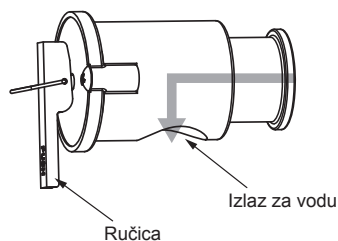

Fig. 4-2
4.4. Delovi za koje je potrebna redovna kontrola (Fig. 4-2)